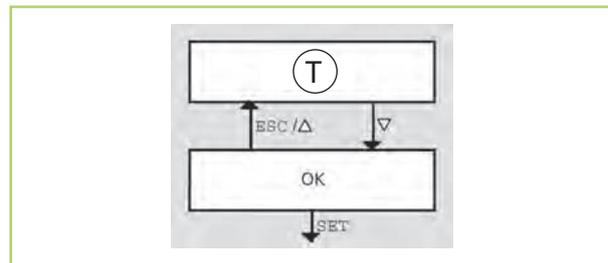

Abb. 34: Uhrzeit einstellen
Der Regler wird in der Fertigung voreingestellt. Sie müssen nur die Uhrzeit und das Datum einstellen (Abb. 34).
- "∇/ESC/Δ" navigieren blockweise vor und zurück (Abb. 34: "∇" = vor; "ESC/Δ" = zurück).